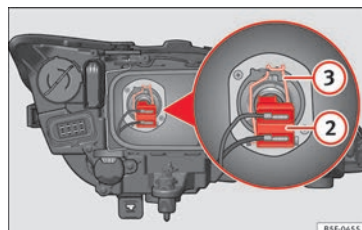

Abb. 104 Abblendlicht
- Ziehen Sie den Stecker » **Abb. 104 ②** von der Lampe ab.
- Nehmen Sie die Haltefeder » **Abb. 104 ③** durch Eindrücken und Rechtsdrehung ab.